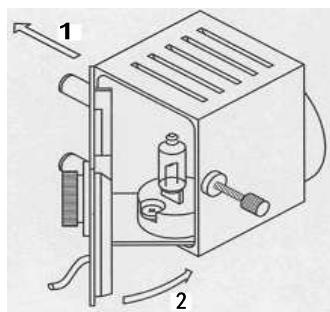

Abbildung 6-6 Schließen des Lampengehäuses
5. Schieben Sie die hintere Abdeckung in Richtung des Pfeils 1 auf, wie Abbildung 6-6 zeigt. Dann schließen Sie das Lampengehäuse in Richtung des Pfeils 2, wie ebenfalls in Abbildung 6-6 dargestellt ist.